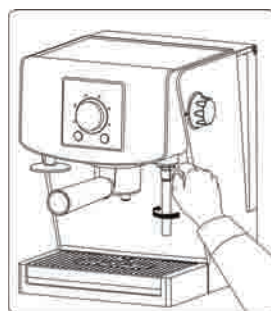

Рис. 9
ВНИМАНИЕ! Передвижение сопла пара/кипятка (10) осуществляй при помощи специального наконечника (Рис. 9). Сопло пары/кипятка (10) очень горячее.